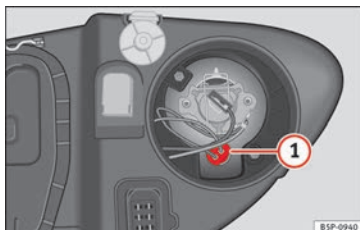

Fig. 183 Luz de presença.
- Extrair o porta-lâmpadas » Fig. 183 (1) para fora.